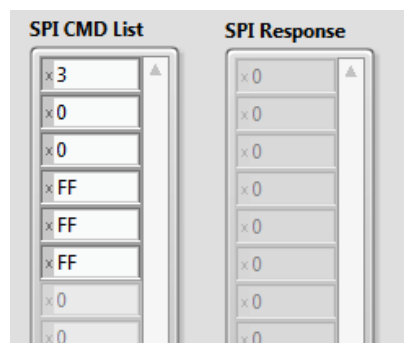

Рис. 2.10. Список команд для чтения данных ОЗУ
6. Теперь, когда связь проверена, фактические данные могут быть считаны из микросхемы ОЗУ. Установите значения в SPI CMD List на 0x03, 0x00, 0x00, 0xFF, 0xFF, 0xFF, как показано на рис. 2.10, и нажмите **Write**.